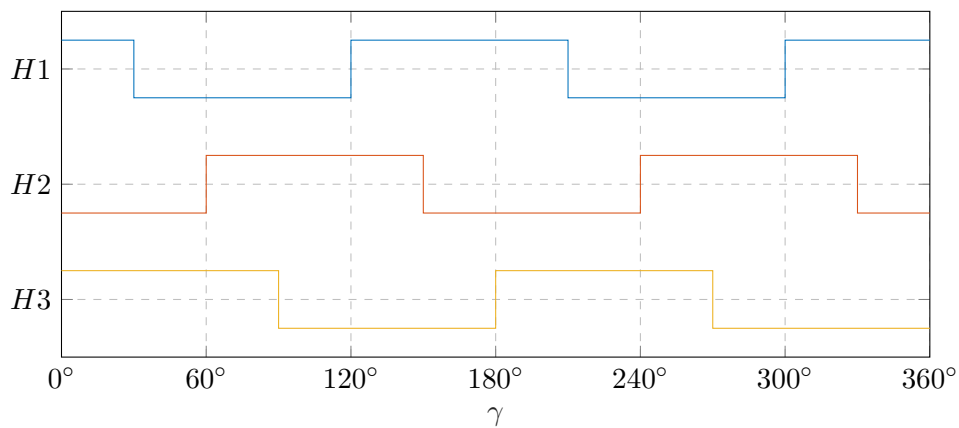

Abbildung 3.1: Signale der Hallsensoren bei $Z_P = 2$
a) Es soll nun als erstes der Verlauf der digitalen Hallsensorsignale mit einer Polpaarzahl $Z_P = 2$ in einem Diagramm für eine volle Umdrehung des Rotors dargestellt werden. Die Abbildung 3.1 zeigt ein Impulsdiagramm, welches nun die Hallsensorsignale für einen BLDC mit der Polpaarzahl $Z_P = 2$ dargestellt, ebenfalls bei einer vollen Umdrehung des Rotors im Rechtslauf.